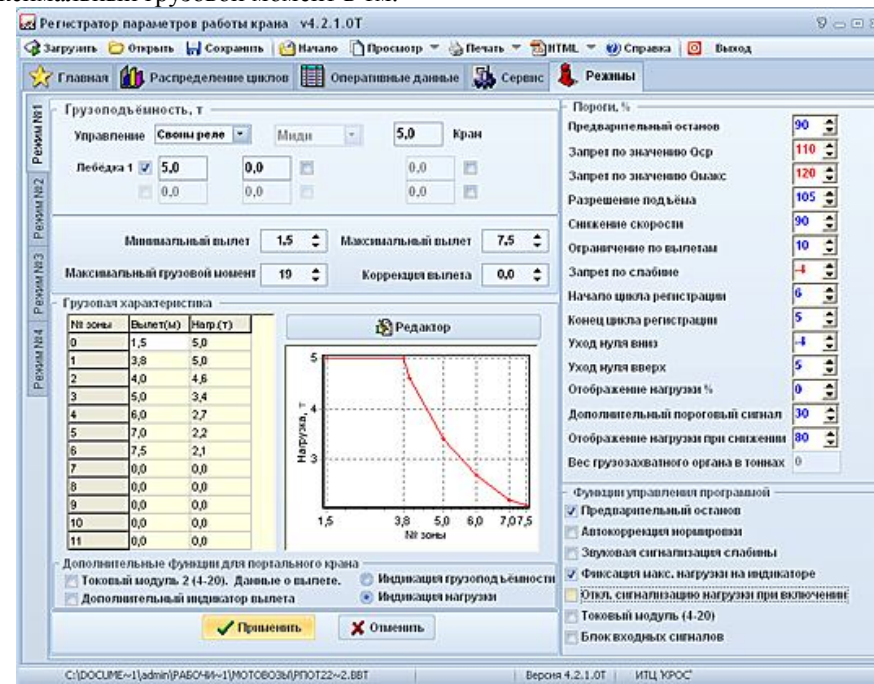

рис.1
Грузовая характеристика задается в виде таблицы (рис.1) в которой указывается вылет **в метрах** и нагрузка **в тоннах**.
4.2.1.2. Задание диапазона вылетов (рис.1).